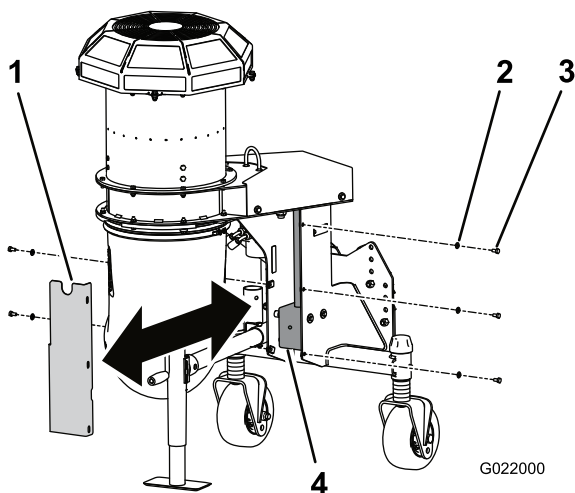

Figura 23
2. Retire os (5) parafusos e anilhas que prendem a cobertura da caixa de engrenagens ao soprador (Figura 23).
3. Retire a cobertura para expor a caixa de engrenagens do soprador (Figura 23).